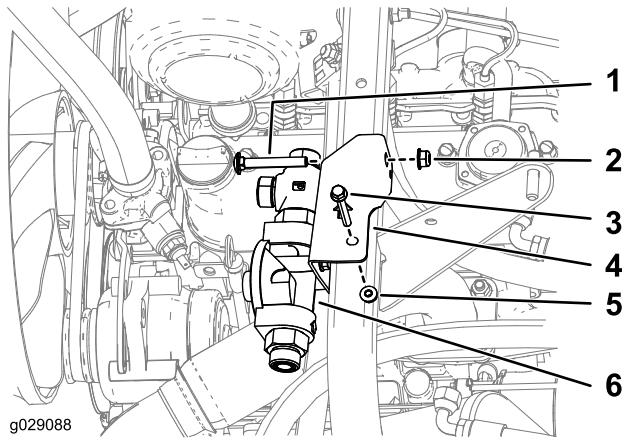

Bild 12
3. Befestigen Sie den Hydraulikfilter am Rahmen, wie in Bild 12 abgebildet.